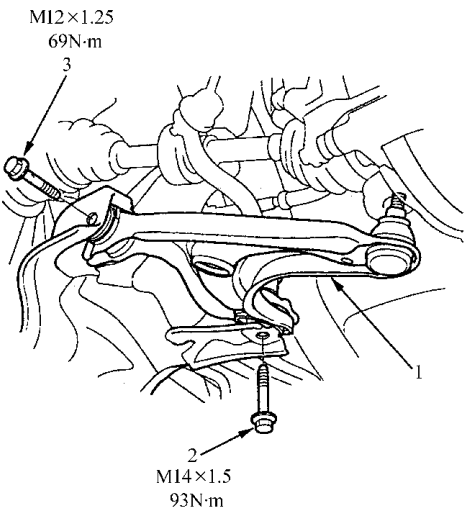

图 6-31 拆卸下臂
7) 如图 6-31 所示, 拆卸凸缘螺栓, 然后拆卸下臂。